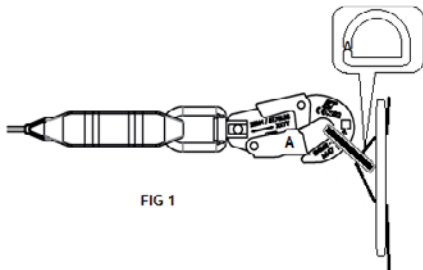

FIG 1
5. A extremidade da correia retráctil é amarrada ao ponto de fixação dorsal do arnês antiqueda com a ajuda de um conector com duas linguetas de segurança (M47), em conformidade com a norma EN 362:2004 (fig.1). É proibido utilizar um extensor entre o antiqueda e o arnês.